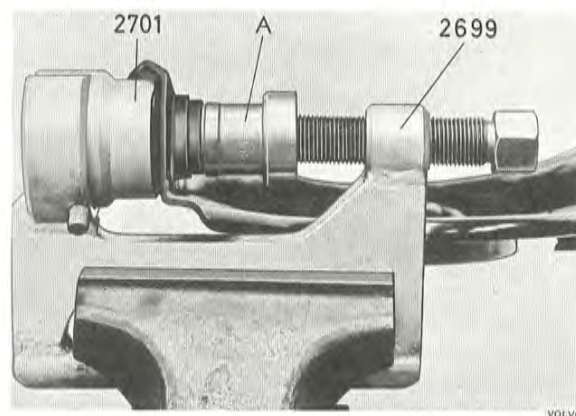

Bild 36. Demontering av bussning, nedre länkkarm
1. Spänn upp pressverktyg 2699 i skruvstycke. Ta bort bricka och på senare utförande även gummiring och distansring. Pressa ur bussningarna med dorn (A bild 36) och mothåll 2701. Verktygen placeras enligt bild 36. Bussningarna pressas givetvis ur i riktning mot sina flänsar.